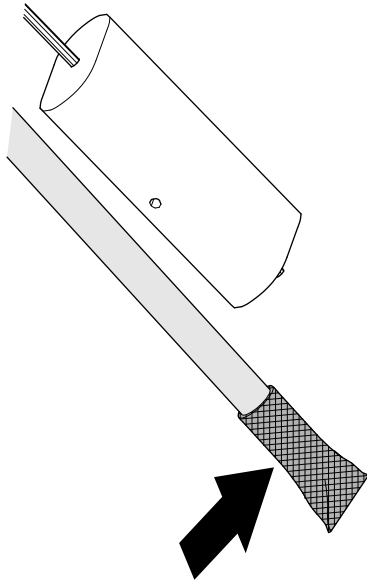

Figura 89
1. Limpe o ecrã no fim do tubo de captação de combustível (Figura 89).